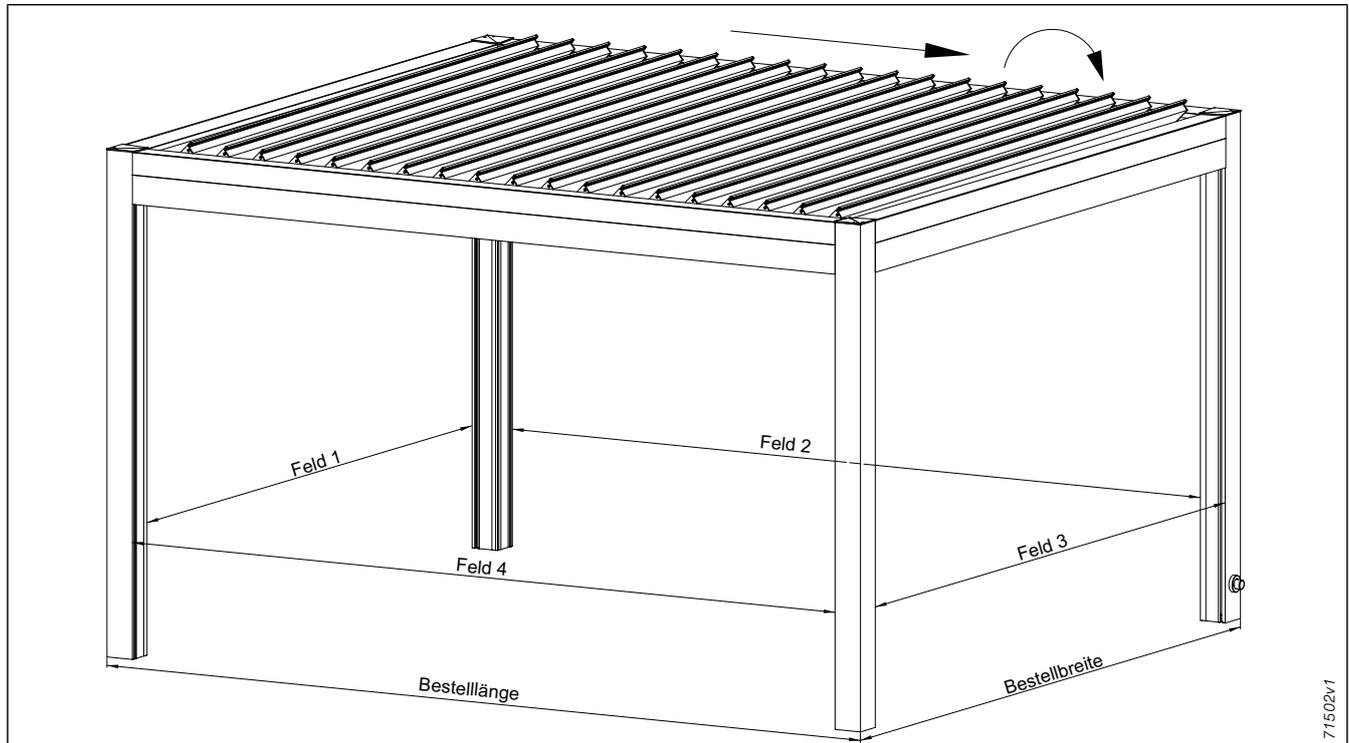

Abb. 87: Anordnung für Zubehör Lamellendach L60/L70
- nur paarweise pro Feld möglich (Detail siehe Abb. 87)